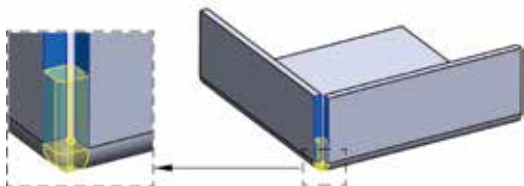

图 5.226 停止点
- ：用于通过选取一个面、线或者点来指定停止点，如图 5.226 所示。